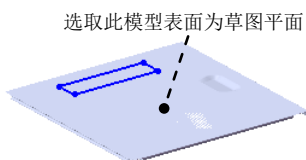
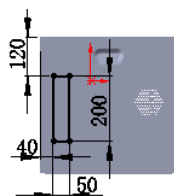

图 17.11.55 草图 2
图 17.11.56 横断面草图
Step18. 创建图 17.11.55 所示的草图 2。选取图 17.11.55 所示的模型表面作为草图平面，绘制图 17.11.56 所示的横断面草图。